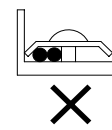

**Abb. 6**
- Verwenden Sie eine ringförmige Crimpklemme für Anschlüsse an den Stromklemmenblock. (**Siehe Abb. 6**) Isolieren Sie außerdem die Crimpverbindung mit einem Isoliermantel usw. Falls diese nicht erhältlich sind, siehe den folgenden Abschnitt.